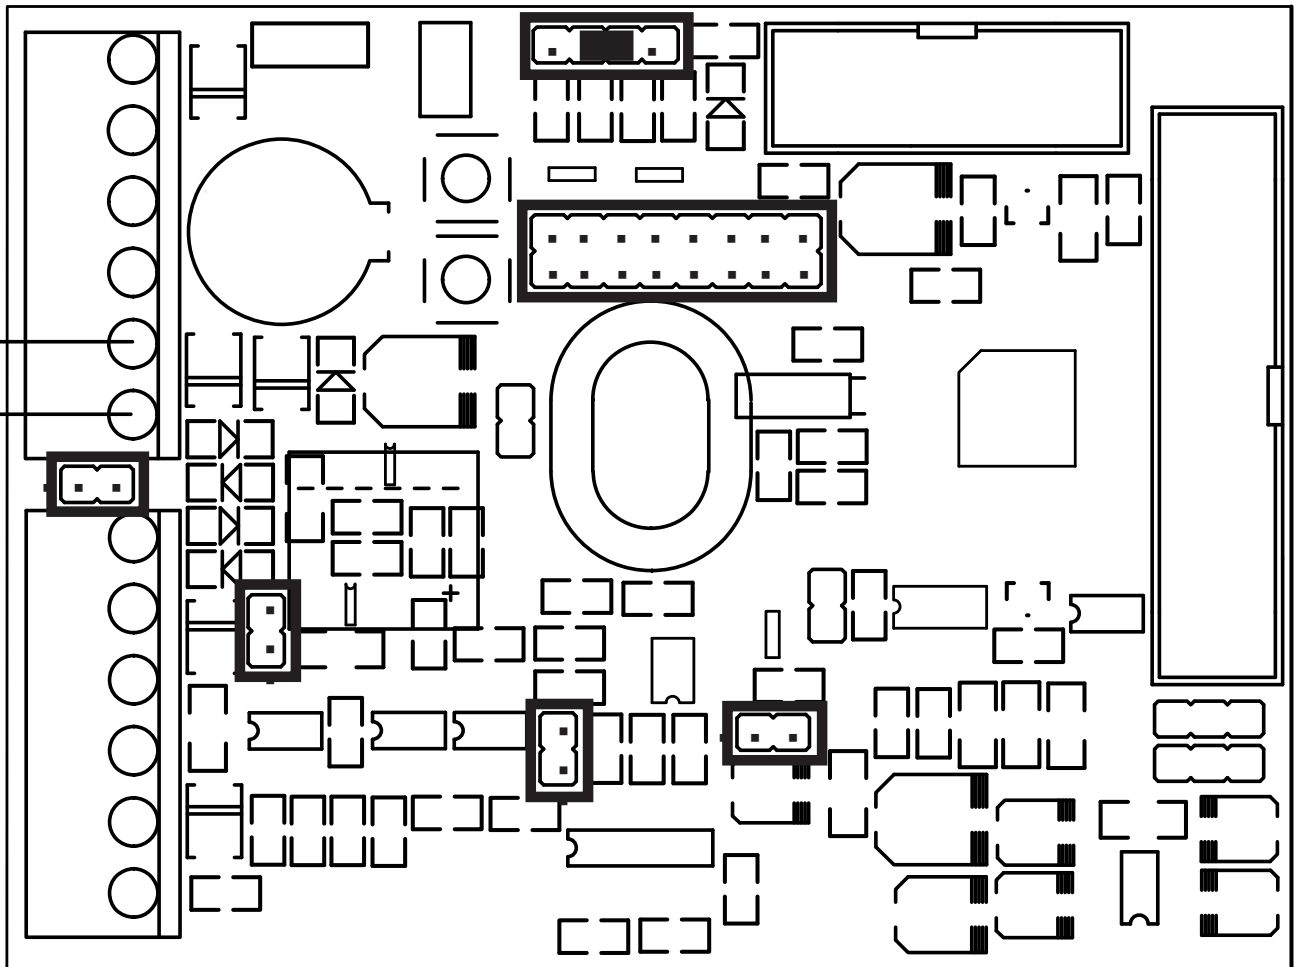

Abb. 14
- **J10** muss immer in der mittleren Position gesteckt sein, siehe Abb. 14.
Blanko-Platine (Abb. 14):